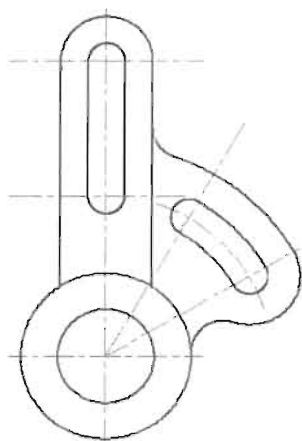

图 3-168
(16) 在命令提示行中输入 extend 命令或单击“修改”工具栏中的“延伸”按钮 , 将直线 A 延伸至半径为 19 的圆上, 效果如图 3-168 所示, 命令执行过程如下。